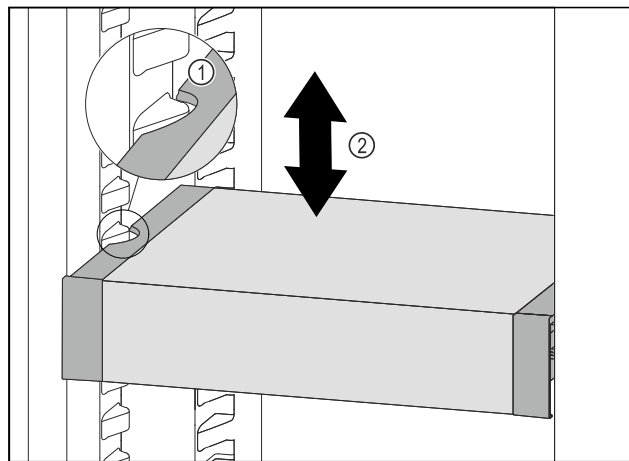

Fig. 121
- Tirer le VarioSafe vers l'avant jusqu'à ce que les encoches latérales du VarioSafe soient à la hauteur de la nervure du bac dans la partie réfrigérateur. Fig. 121 (1)
- Déplacer le VarioSafe vers le haut ou vers le bas dans la partie réfrigérateur jusqu'à ce que la hauteur souhaitée soit atteinte. Fig. 121 (2)